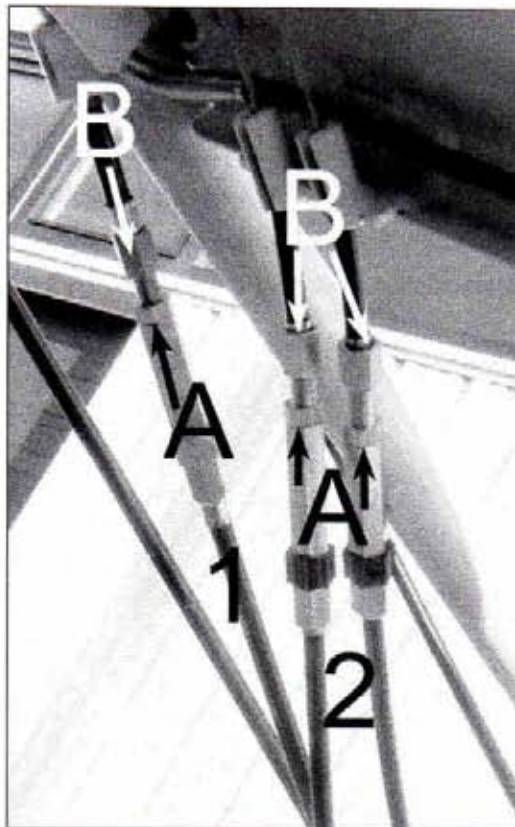

Figure 24
Tension du câble commandant la transmission (figure 24, repère 1):
- Dévissez le contre écrou du système de réglage de tension du câble de transmission (figure 24, repère A).
- Dévissez l'écrou de réglage de tension du câble de transmission (figure 24, repère B).
- Vissez l'écrou de réglage de tension du câble de transmission (figure 24, repère B).
Tension des câbles de réglage de la position de mancheron (figure 24, repère 2) :
- Dévissez le(s) contre(s) écrou(s) du système de réglage de tension du (des) câble(s) de réglage du mancheron (figure 24, repère A).
- Vissez l'(les) écrou(s) de réglage de tension du(des) câble(s) de direction (figure 24, repère B).
- Dévissez le(s) contre(s) écrou(s) du système de réglage de tension du (des) câble(s) de réglage du mancheron (figure 24, repère a).
- Dévissez l'(les) écrou(s) de réglage de tension du(des) câble(s) de direction (figure 24, repère B).